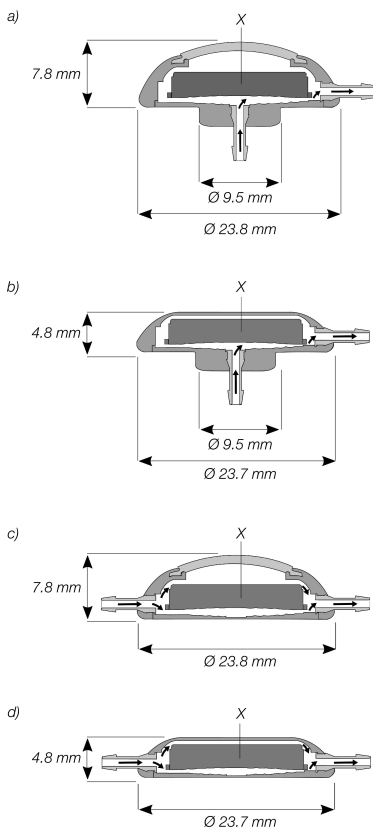

Fig. 1: *M.scio* con sonda di misurazione (X) integrata nelle seguenti versioni
M.scio è disponibile in quattro versioni con o senza catetere distale preinserito (Fig. 1).